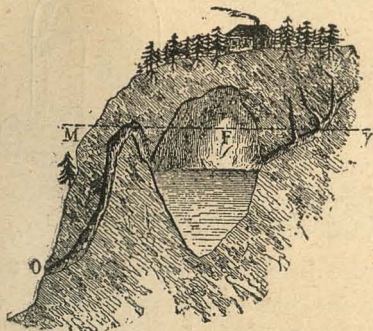

Fig. 69.—Fuente intermitente.
5. **Fuentes intermitentes.** — Las *fuentes intermitentes* (fig. 69), así como lo indica el nombre, no corren más que por intervalos. El agua, al acumularse poco á poco en un depósito, acaba por llenarlo hasta el nivel *MF*, en cuyo caso el sifón está cargado, y corre el agua por la abertura *O*, hasta que el nivel llegue á la extremidad interior del canal de salida.